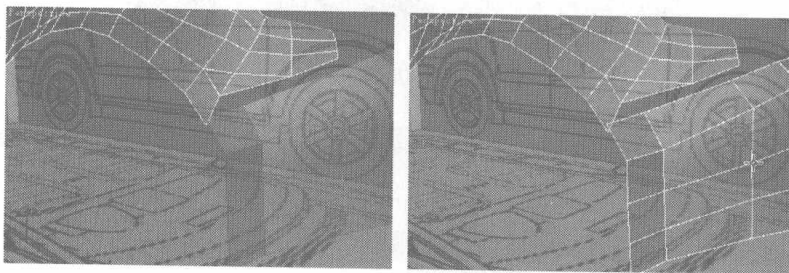
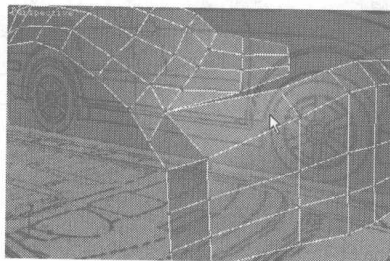

图 7.54
图 7.55
- 23** 退出子物体层级，选择一个模型面片，单击 **Attach** 按钮，单击另一个模型，将两模型合并成一个物体，如图 7.54 所示。进入点物体层级，单击 **Target Weld** 按钮，焊接模型之间邻近的节点，如图 7.55 所示。